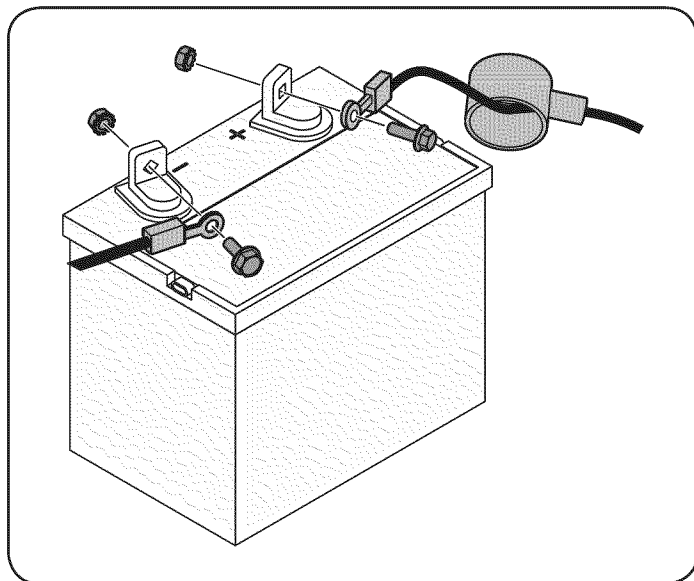

Figura 5
2. Retire la cubierta de plástico, si está presente, a partir de la negativa terminal de la batería y conectar el cable negro a la terminal de la batería negativo (-) con el tornillo y la tuerca hexagonal. Ver Figura 5.